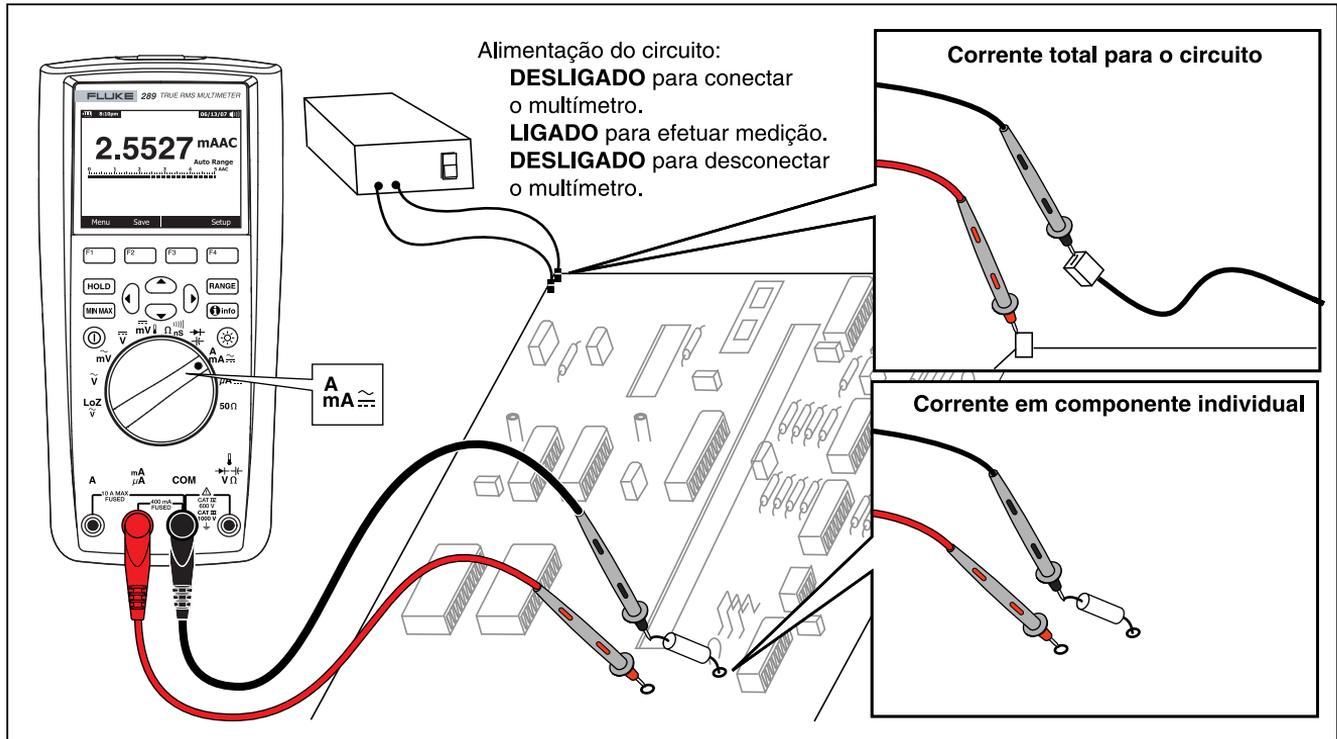

Figura 22. Conexão de circuito para medição de corrente
4. Conforme mostrado na Figura 22, abra o percurso do circuito a ser testado. Encoste a ponta de prova vermelha no lado mais positivo da interrupção; encoste a ponta de prova preta no lado mais negativo da interrupção. Inverter as pontas de prova produzirá uma leitura negativa, mas não danificará o multímetro.